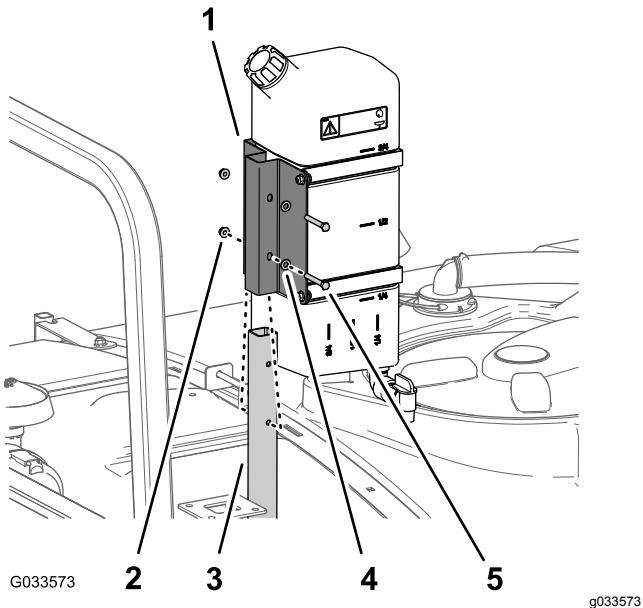

Figure 47
1. Fixez le réservoir d'eau douce et son support sur le tube de support à l'aide des 2 boulons (5/16" x 2 1/4") et des 2 contre-écrous à embase (5/16"), comme montré à la Figure 47.